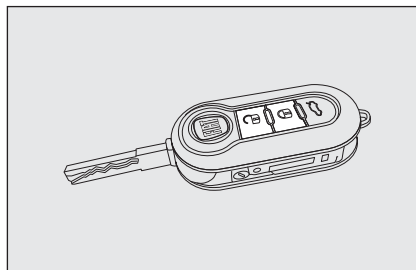
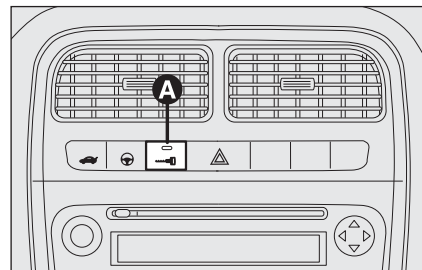

fig. 70
fig. 72
Con las puertas cerradas presionar el botón  en el mando a distancia **fig. 70** o introduzca y gire la placa metálica en la cerradura de la puerta del lado del conductor hacia la derecha. El bloqueo efectivo de las puertas se señala mediante el encendido único del led en el botón **A-fig. 72**. El bloqueo de las puertas se activa únicamente si todas las puertas están cerradas. Si hay alguna puerta abierta después de presionar el botón  del mando a distancia **fig. 70**, los intermitentes y el led del botón **A-fig. 72** parpadean rápidamente durante aproximadamente 3 segundos.
En cambio, si una o más puertas están abiertas tras girar la pieza metálica de la llave, sólo el led del botón **A-fig. 72** parpadea rápidamente durante aproximadamente 3 segundos. Con las puertas cerradas y el maletero abierto, las puertas se bloquean: los intermitentes (sólo bloqueándolas con la tecla  **fig. 70**) y el led de la tecla **A-fig. 72** parpadean rápidamente durante unos 3 segundos.
De todas formas, con la función activada es posible desbloquear las cerraduras de las demás puertas, pulsando la tecla **A-fig. 72** ubicada en la consola central.
Pulsando dos veces rápidamente la tecla  en el mando a distancia **fig. 70** se activa el dispositivo dead lock (consulte el apartado “Dispositivo dead lock”).
Pulse brevemente la tecla  **fig. 70** para desbloquear las puertas a distancia, encienda las lámparas interiores (encendido temporizado) y los intermitentes parpadean dos veces, o bien, introduzca la
Presione la tecla **A-fig. 72** para bloquear/desbloquear todas las puertas. El botón tiene un led que indica el estado (puertas bloqueadas o desbloqueadas) del vehículo: Cuando las puertas están cerradas el led del botón está encendido y al pulsar el botón se abren en modo centralizado todas las puertas y se apaga el testigo. Cuando las puertas están abiertas el led está apagado y al pulsar el botón se cierran en modo centralizado todas las puertas. El bloqueo de las puertas se activa únicamente si todas las puertas están bien cerradas.
no será posible desbloquearlas mediante la tecla **A-fig. 72** ubicada entre los mandos del salpicadero.
- ☐ la tecla **A-fig. 72** de bloqueo/desbloqueo;
El dispositivo se activa automáticamente en todas las puertas en caso de que se pulse dos veces rápidamente la tecla **Ⓛ** en la llave con mando a distancia **fig. 70**.
La activación del dispositivo se indica con 3 parpadeos de los intermitentes y con un parpadeo del led de la tecla **A-fig. 72** ubicada entre los mandos del salpicadero.